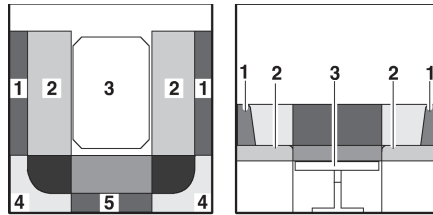

Fig. 151 Pendant la transformation
- Tirer les coussins d'assise (Fig. 151,2) vers le centre.
- Placer les coussins de dossier (Fig. 151,1) entre les coussins d'assise et la paroi extérieure.
- Retirer les coussins de dossier (Fig. 151,4 et 5) et les placer de côté.